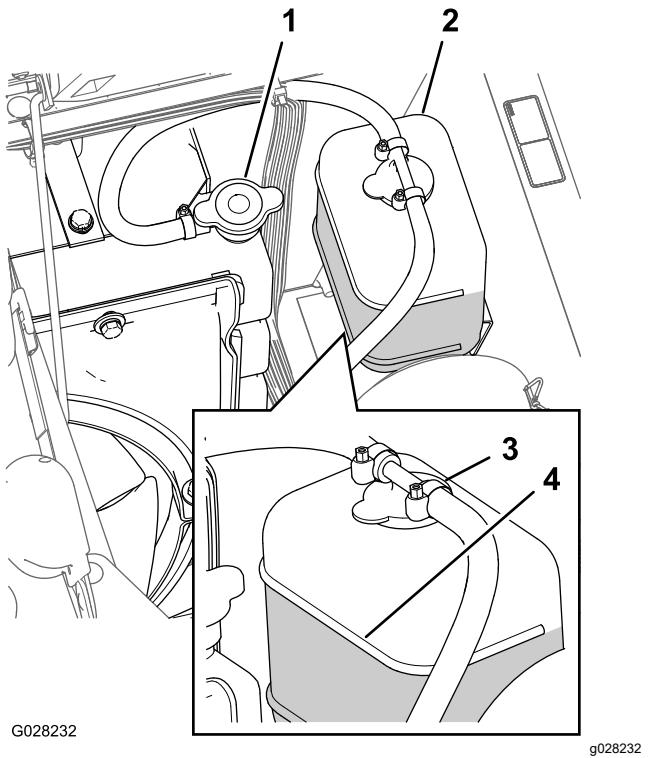

図 98
3. ラジエーターと補助タンクのキャップを注意深く開ける図 98
**注** ラジエーターは補給口の首の上部まで、補助タンクはFULLマークまであれば適正です図 98。
5. 不足であれば補助タンクとラジエタ一本体に補給するラジエーターは首の部分まで、タンクはFULLマークまで入れる図 98。
6. ラジエーターと補助タンクのキャップを閉める図 98。
2. エンジンが十分に冷えているのを確認してラジエターのキャップを開ける(図 98)。
6. ラジエター・キャップを取り図 98。
8. ラジエターのキャップを軽く締めてエンジンを始動する図 98。
10. 冷却液の温度が上昇したら、ラジエターをキャップの縁まで一杯に満たす 図 98。
11. 補助タンクのキャップを開けて、Coldレベルまで冷却液を補充する 図 98。